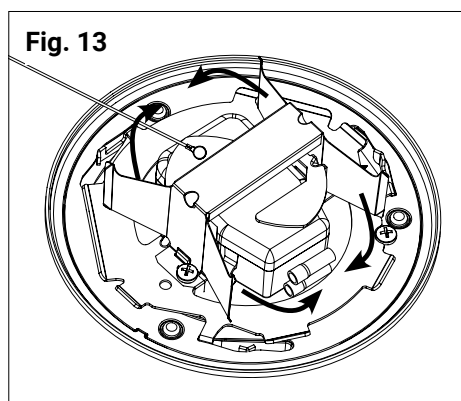

Fig. 13
5. While wearing gloves squeeze opposing clips together (Fig. 13) until clips fit inside housing then carefully insert SLD into housing allowing springs to expand to hold SLD in housing.
5. Enfilez des gants et pressez et rapprochez les pinces jusqu'à ce que ces dernières puissent être insérées à l'intérieur du boîtier puis insérez le boîtier de module SLD dans le boîtier en relâchant les ressorts jusqu'à ce que le boîtier de module SLD soit soutenu par le logement. (Fig. 13)
5. Mientras usa guantes apriete los sujetadores opuestos juntos hasta que los sujetadores encajen en la alojamiento. Luego, inserte con cuidado el módulo SLD en la alojamiento permitiendo que los resortes se expandan para sostener el módulo de lámparas con LED SLD en el alojamiento. (Fig. 13)